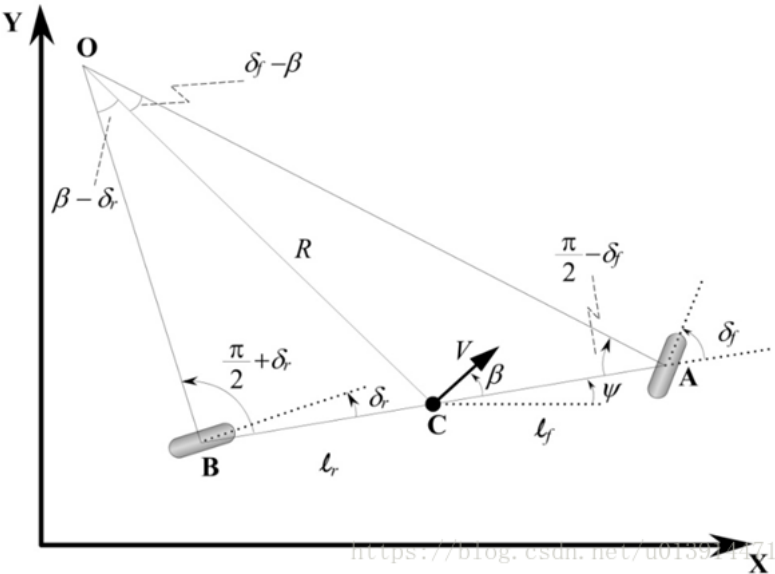

图2 单车模型
2. 左右侧车轮转角一致, 这样可将左右侧轮胎合并为一个轮胎, 以便于搭建单车模型, 如图2所示;
基于单车模型，如图2所示，搭建车辆运动学模型。由正弦法则：